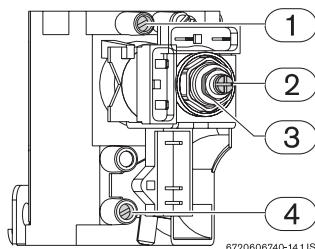

Fig. 3 Pontos de medição de pressão
- Utilizando a porca de ajuste (Fig. 3, pos. 3) regular a pressão até atingir os valores indicados na Tabela 1.
- Utilizando o parafuso de ajuste (Fig. 3, pos. 2) regular a pressão até atingir os valores indicados na Tabela 1.